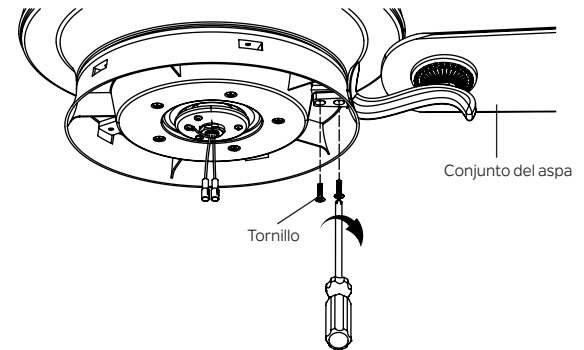

Figura 21
Paso 2. Deslice los conjuntos de aspas en los orificios del volante y apriételos firmemente con los tornillos del paquete de accesorios como se muestra. (Figura 21)